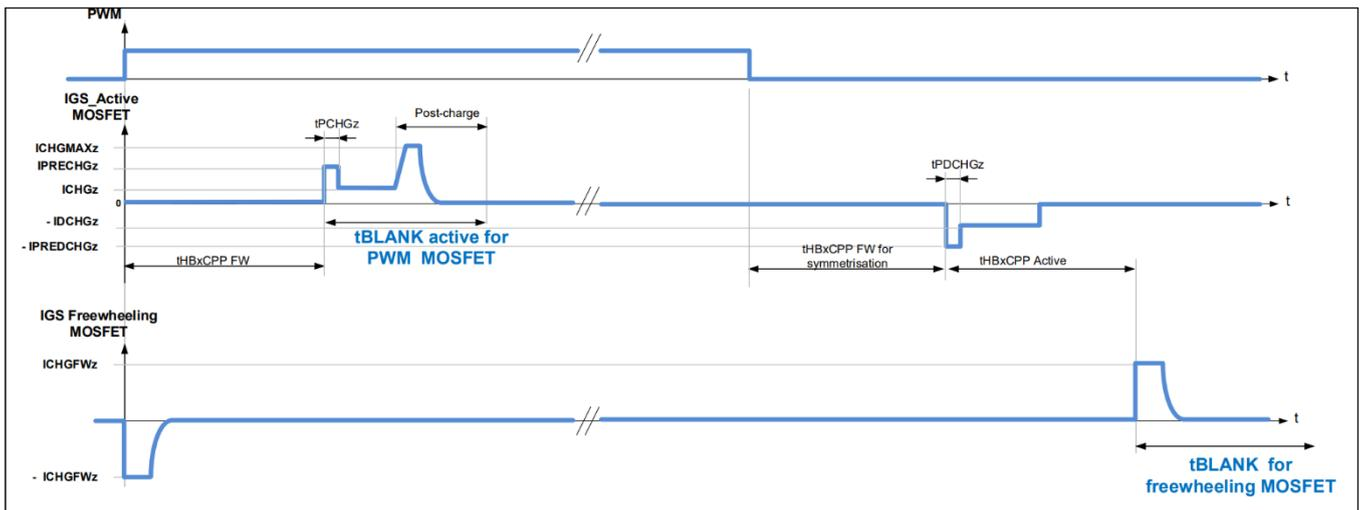
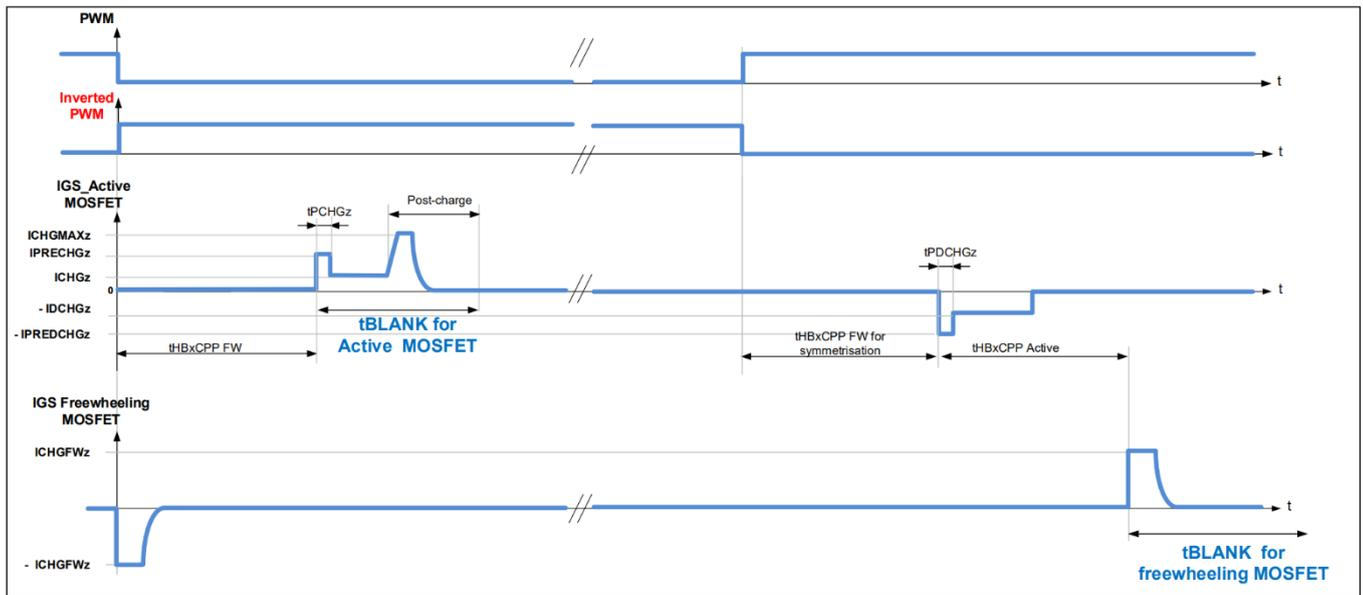

图 34 PWM模式中半桥的空白时间, 检测发电机模式启用的 (EN\_GEN\_CHECK = 1), 电机作为负载运行
图 35 PWM模式中半桥的空白时间，检测发电机模式启用的 (EN\_GEN\_CHECK = 1)，电机作为发电机运行
- 主动MOSFET的消隐时间从正向MOSFET的交叉电流保护时间 (tHBxCCP FW) 结束后开始。参见图34和图35。
- 主动MOSFET的消隐时间在主动MOSFET关闭时的交叉电流保护时间结束后开始 (tHBxCCP Active)。参见图34和图35。